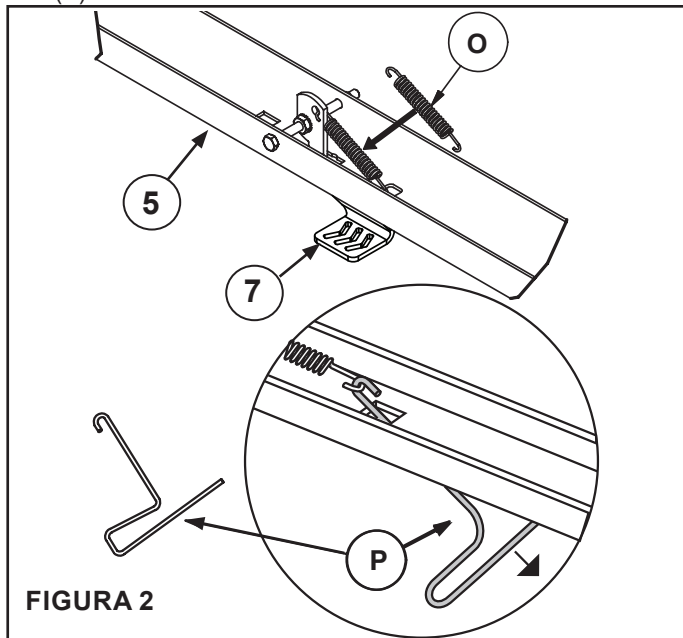

FIGURA 2
PASO 2: (VEA LA FIGURA 2)
- Instale el extremo corto en forma de gancho del resorte de extensión (O) en el orificio abierto del pestillo del pedal (7).
- Coloque el extractor de resorte (P) a través del orificio cuadrado de la lengüeta giratoria (5), como se muestra a continuación.
- Enganche el extractor de resorte (P) en el extremo del resorte de extensión (O).
- Ale el resorte hasta que logre engancharlo en el orificio cuadrado. Posteriormente, retire el extractor de resortes (P).